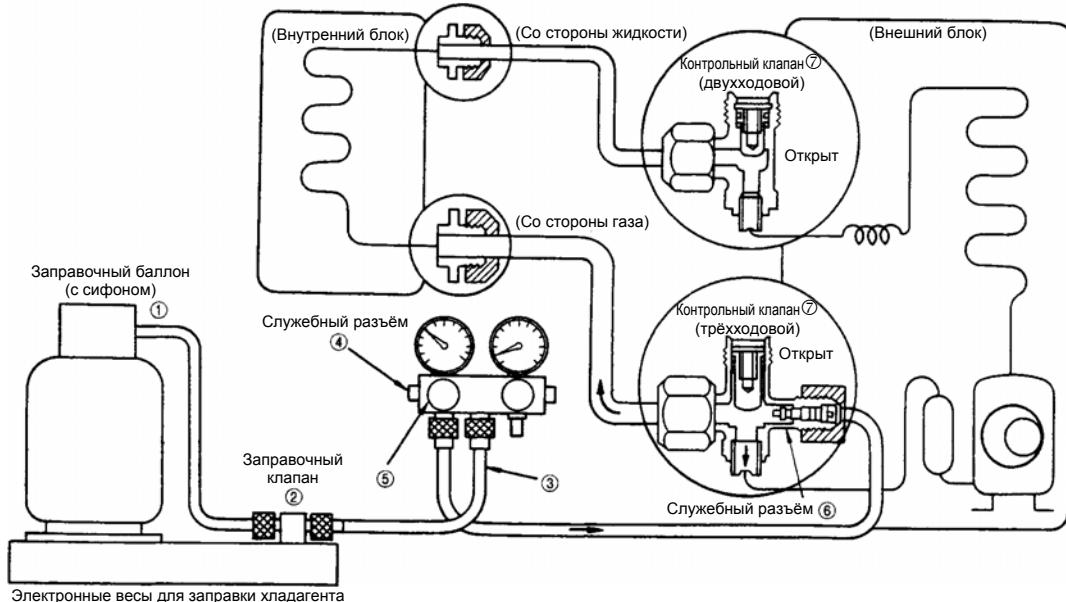

Рис. 7: расположение компонентов во время дозаправки хладагента
- (2) Дозаправка хладагента на длину, превышающую стандартную (После шага д) в пункте (1) следует предпринять описанные ниже шаги. См. рис. 7.).